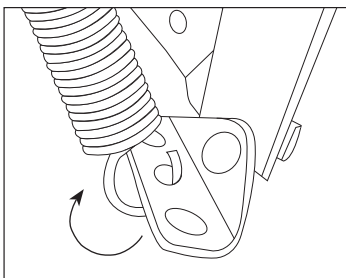

Figure 3 : Mise en place d'un ressort
1. Insérer une extrémité du ressort dans l'un des trois trous de la plaque d'ancrage du ressort, comme l'illustre la **figure 3**.